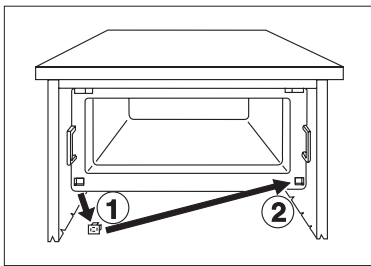

Bild 6
- Abdeckung für unteres Scharnierloch umsetzen. (Bild 6).